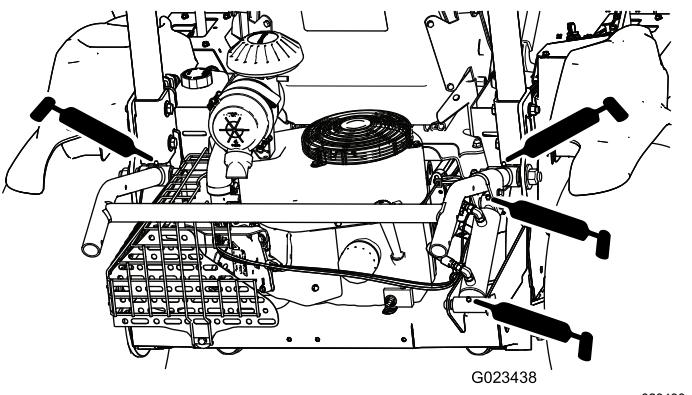

Figura 36
- Elevador del accesorio (4) – Figura 36